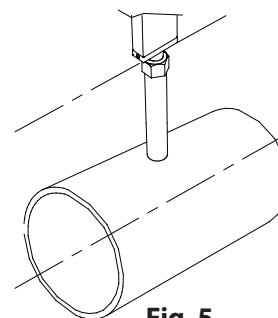

Fig. 5
- Allineare longitudinalmente la scatola di derivazione con l'asse della condotta (fig. 5)